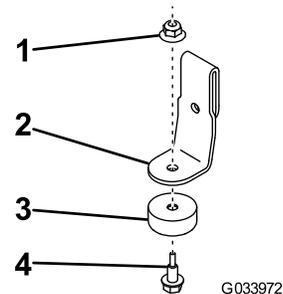

Figura 1
1. Prenda o amortecedor à montagem do batente usando um parafuso com olhal e uma porca de bloqueio (Figura 1).